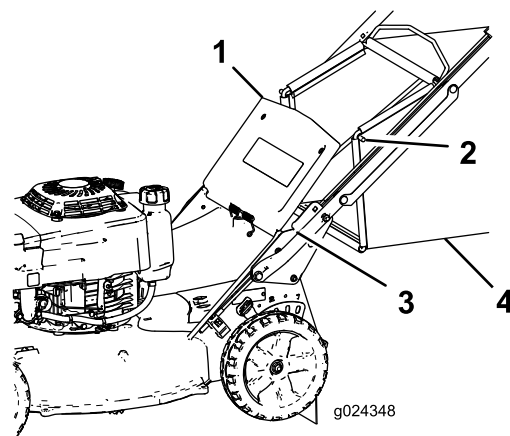

Рисунок 18
2. Поднимите и удерживайте задний отражатель (Рисунок 18).
4. Вставьте концы штанги травосборника в выемки в основании рукоятки и, покачивания травосборник из стороны в сторону, убедитесь, что концы штанги находятся в нижней части обеих выемок (Рисунок 18).
3. Выньте штангу травосборника из выемок в основании рукоятки (Рисунок 18).